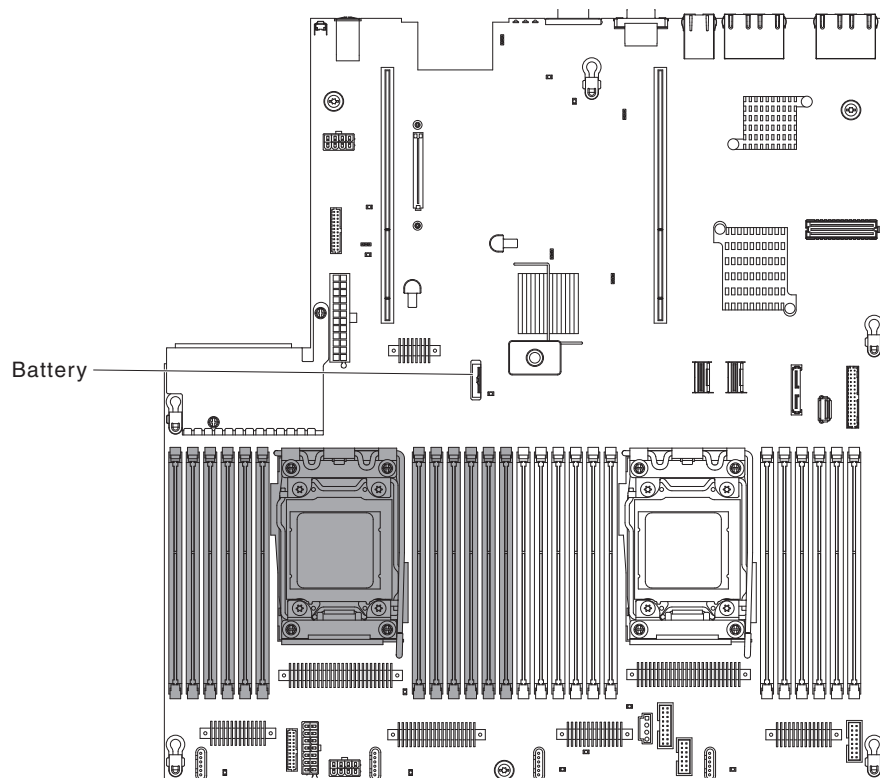

Figura 184. Local do Suporte de Bateria CMOS do SAN Volume Controller 2145-DH8
8. Localize a bateria na placa-mãe, conforme mostrado em Figura 184.